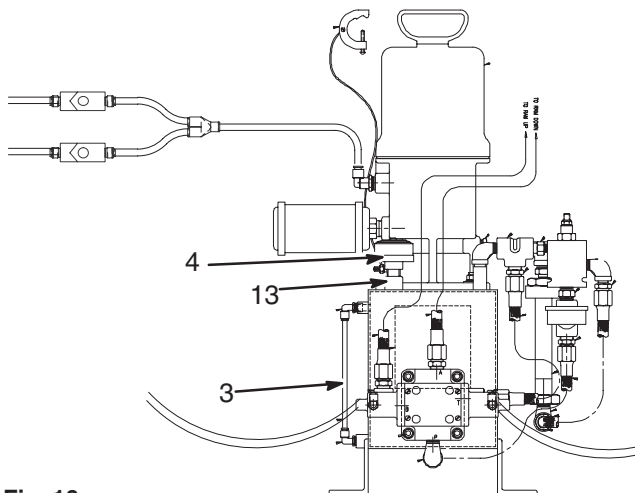

Fig. 16
Contrôler le niveau de fluide hydraulique (Fig. 16). Ajouter du fluide hydraulique si le niveau est descendu en dessous de 102 mm (4") par rapport au haut de la jauge (3).
1. Dévisser l'évent (4).
2. Verser le fluide hydraulique par l'orifice de l'évent (13).